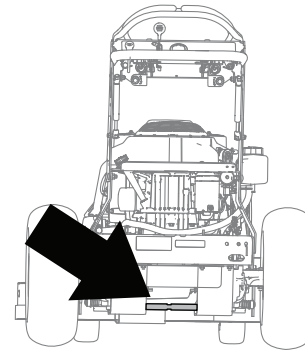

Figura 3
1. Individuate l'asta dell'assale in cui verrà installata la protezione (Figura 3).